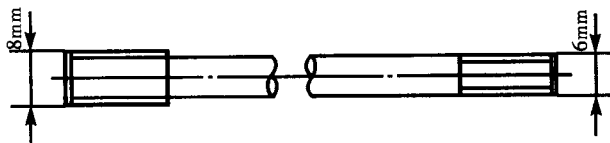

图1-4 汽缸螺柱
(3) 曲轴箱上汽缸螺柱的螺纹孔滑牙的修复:曲轴箱上汽缸螺柱的螺纹孔滑牙后,可要采用加大螺纹孔的方法进行修理。例如汽缸盖、汽缸体和曲轴箱是通过4根M6mm汽缸螺柱连接在一起的。若其中一根螺柱的螺纹孔出现滑牙后,应把原M6mm螺纹孔用 $\phi 6.7\text{mm}$ 的钻头进行扩孔,再用 $\phi 10\text{mm}$ 的钻头划倒角,然后用M8mm普通螺纹丝锥进行攻丝。攻丝时,丝锥的轴线要垂直于曲轴箱平面,不要歪斜。攻丝完毕后,选用材料为经40Cr调质处理、硬度为HRC28~35的钢,来制作螺柱(图1-4),并且加工好的汽缸螺柱拧紧在曲轴箱上后,保证与其他3根汽缸螺柱外露高度相同,同时能将自制汽缸螺柱M8mm的螺纹部分全部拧入曲轴箱螺纹孔内,以免装配时阻挡汽缸体,使汽缸体不能和曲轴箱平面紧密配合而漏气。此外,除了上述修复方法外,也可采用适当地加深汽缸螺柱的螺纹孔深度进行修复。